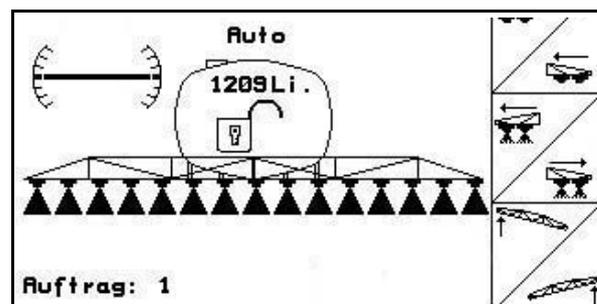

Fig. 82
- El símbolo de ajuste de la inclinación que aparece en la pantalla (Fig. 82/1) indica la alineación horizontal del varillaje de pulverización.